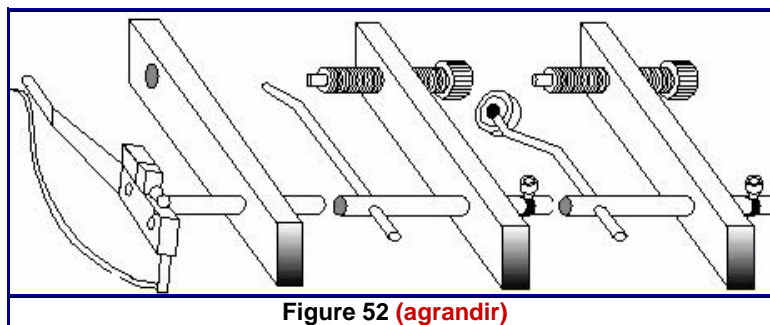

Figure 52 (agrandir)
- Système apparenté aux classiques avec un support horizontal et un écarteur vertical. (Figure 52) Ces repose-flèche sont recommandés pour tirer avec une prise de corde classique (doigts), qui amplifie le **flambage latéral**.